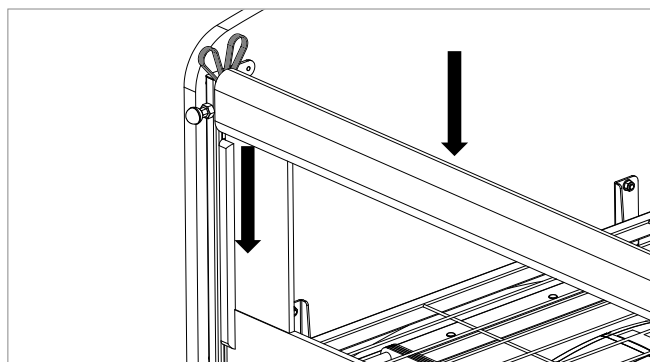

Figure 7.3
3. Assurez-vous que la barrière est correctement relevée et verrouillée en appuyant doucement sur la barre supérieure (voir Figure 7.3).